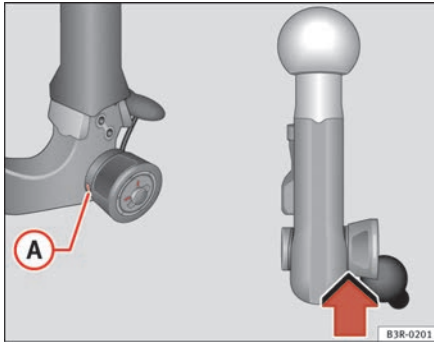

Abb. 154 Abnehmbare Anhängervorrichtung: Sicherheitsüberprüfung
- Überprüfen Sie, ob sich die grüne Markierung **A** ⇒ Abb. 154 am Handrad im Bereich der schwarzen Kennzeichnung an der Kugelstange befindet.